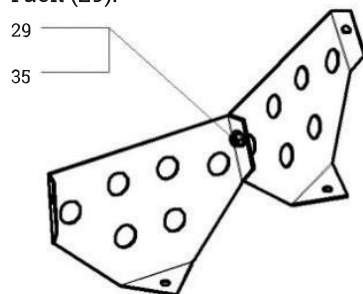

Рис. 16. Сборные лопасти
Возможна комплектация бетоносмесителя сборными лопастями (рис. 16). В этом случае необходимо две полулопасти скрепить между собой болтом (35) и гайкой (29). После установить в бетоносмеситель с помощью болтов (21), шайб (14) и гаек (29).